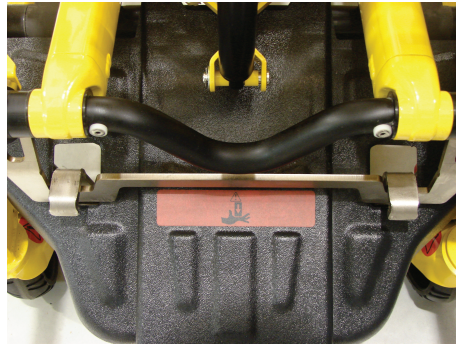

Abbildung 14 – Trage in Befestigung (Kopfende)
3. Vor dem Loslassen der Trage sicherstellen, dass diese an Kopf- und Fußende sicher befestigt ist (Abbildung 14).